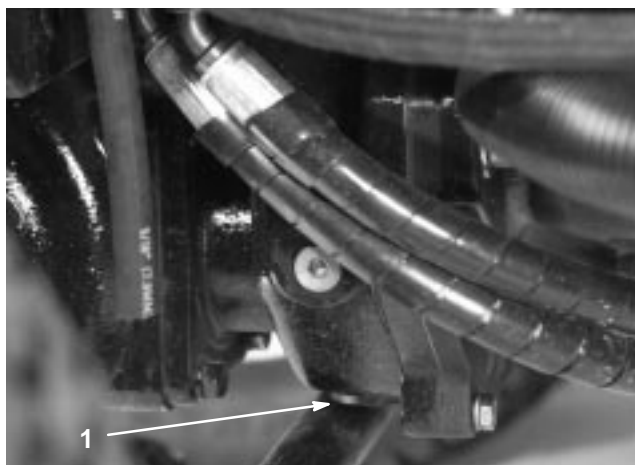

Figure 73
5. Nettoyez la surface autour du bouchon de vidange au bas du boîtier d'engrenages (Fig. 73).